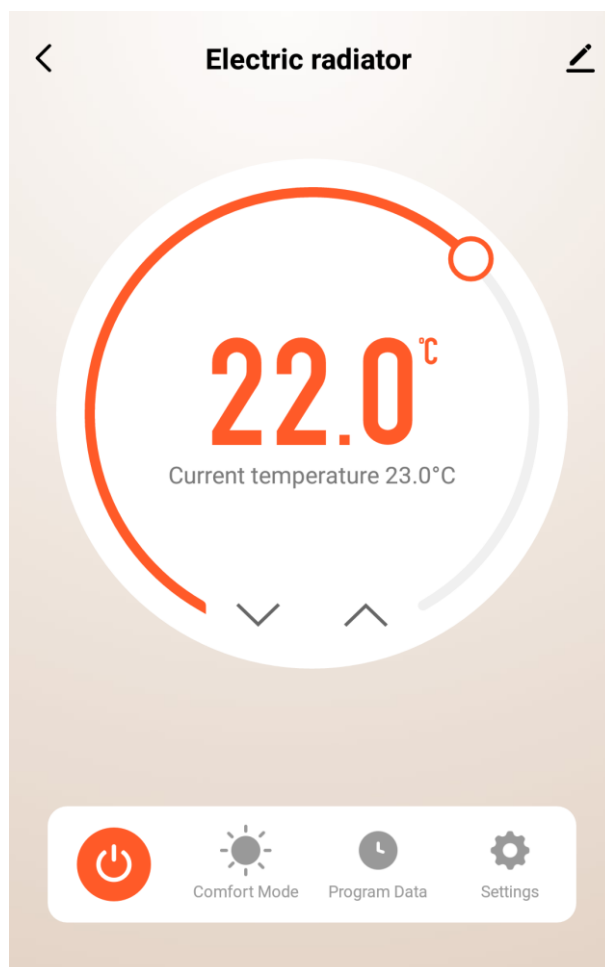

Abb. WiFi 14
SCHRITT 17: Nach dem Einschalten ist das Hauptmenü aktiv. Von hier aus können die Einstellungen und Funktionen des Heizkörpers aus der Ferne geändert werden. Abb. WiFi 14